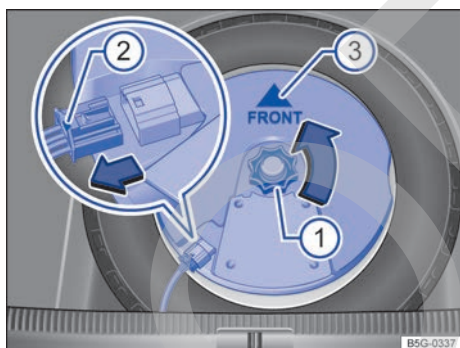

Fig. 227 En el maletero: desmontar el subwoofer (variante 2).
- Desenrosque la ruedecilla → fig. 227 ① en el sentido contrario al de las agujas del reloj (flecha).
- Para desbloquear el conector, presione el bloqueo que hay en el extremo del conector ②.
- Coloque el subwoofer en la base de la llanta con cuidado. Al hacerlo, la punta de la flecha "FRONT" → fig. 227 ③ que hay en el subwoofer deberá señalar hacia delante.
- Acople el conector hasta que el bloqueo ② encastre de forma audible.
- Enrosque la ruedecilla ① en el tornillo prisionero en el sentido de las agujas del reloj hasta que el subwoofer quede bien fijado.